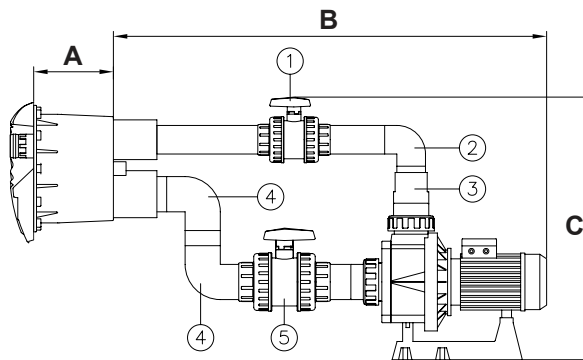

Fig. 7
- Verbinden Sie ein Rohr $\varnothing 75$ mm (*) mit der Reduzierhülse (siehe Fig.7).
- Verbinden Sie das Ventil $\varnothing 75$ mm. (Nr.1, Fig. 7) mit dem Rohr $\varnothing 75$ mm (*).
- Verbinden Sie das Rohr $\varnothing 75$ mm (*) mit dem Ventil $\varnothing 75$ mm (Nr.1, Fig. 7).
- Verbinden Sie den Rohrkrümmer $\varnothing 75$ mm (Nr.2, Fig.7) mit dem Rohr $\varnothing 75$ mm (*).
- Verbinden Sie das Rohr $\varnothing 75$ mm (*) mit dem Rohrkrümmer (Nr.2, Fig.7).
- Verbinden Sie die konische Reduzierung von 90/75/63 mm (Nr.3, Fig. 7) mit dem Rohrkrümmer $\varnothing 75$ mm (Nr.2, Fig. 7) und mit der Rohrverschraubung der Pumpe $\varnothing 90$ mm.
- Benutzen Sie ein Rohr von $\varnothing 90$ mm (*) und Schließen Sie damit einen Rohrkrümmer $\varnothing 90$ mm. (Nr.4, Fig.7) an die Ansaugung des Gehäuses (siehe Fig. 7) an.
- Mit einem Rohr von $\varnothing 90$ mm (*) vereinen wir nun den anderen Rohrkrümmer von $\varnothing 90$ mm (Nr.4, Fig.7) mit dem schon verklebten Rohrkrümmer (siehe Fig.7).
- Verbinden Sie das Ventil $\varnothing 90$ mm (Nr.5, Fig.7) mit dem Rohrkrümmer (Nr.4, Fig.7), indem Sie für den Anschluß ein Rohr von $\varnothing 90$ mm (*) benutzen.
- Verbinden Sie ein Rohr $\varnothing 90$ mm (*) mit dem Ventil (Nr.5, Fig.7) und mit der Rohrverschraubung der Pumpe $\varnothing 90$ mm.